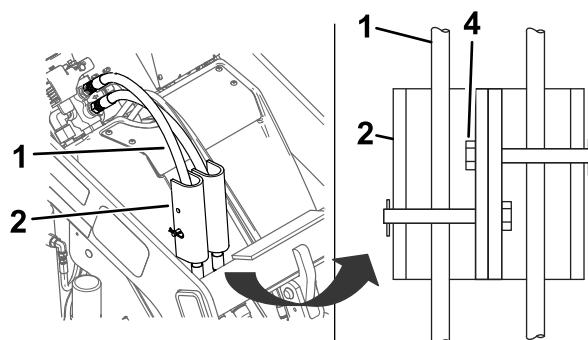

Figura 26
- Instale los bloqueos de cilindro sobre las mangueras hidráulicas y fíjelos con los pasadores y chavetas (Figura 26).